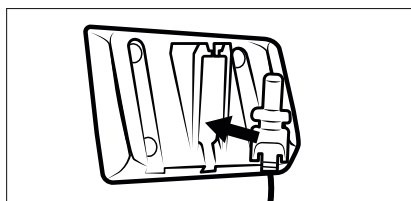

Fig. 4
- 1) Inserire lo spinotto cavo 11 dell'alimentatore 10 nel supporto a parete 18 (vedere fig. 4). Fissare lo spinotto cavo 11 ruotandolo.